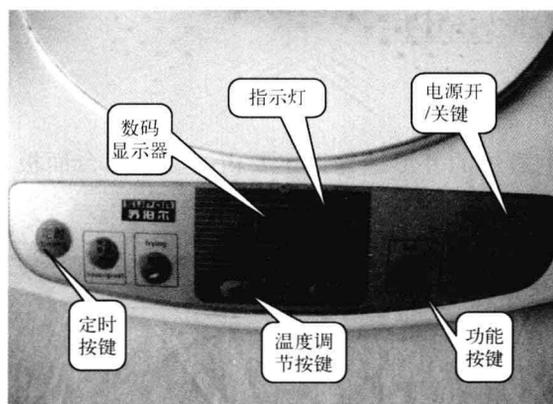

图 1-3 电磁炉的按键操作面板
2) 按键操作面板 电磁炉按键操作面板通常设有电源开/关按键、温度调节按键、定时按键、功能控制按键、数码显示器等。电磁炉的生产厂家或型号不同，电磁炉上的按键数及其在面板上的位置分布也不同。图 1-3 所示为典型电磁炉的按键操作面板。